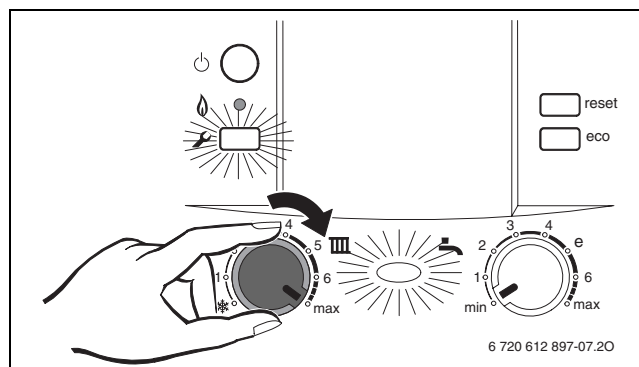

Fig. 43
- ▶ Tourner le sélecteur de température de départ chauffage en position max. (→ fig. 43).